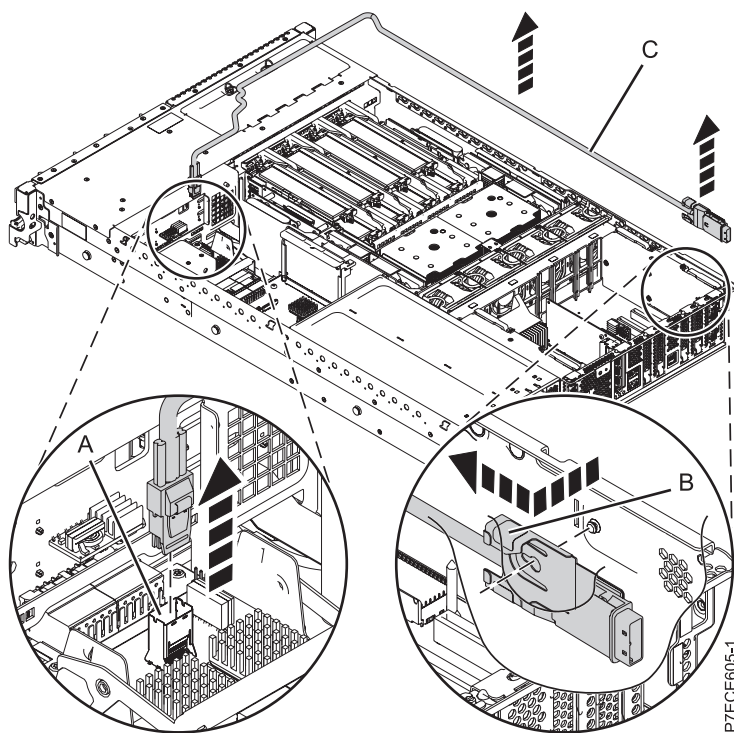

Figura 56. Extracció del port SAS extern
9. Estireu la peça de retenció del cable del punt de color blau **(B)** i feu lliscar el cable SAS traient-lo de l'obertura del port SAS extern de la part posterior del xassís. Consulteu Figura 56 a la pàgina 89.